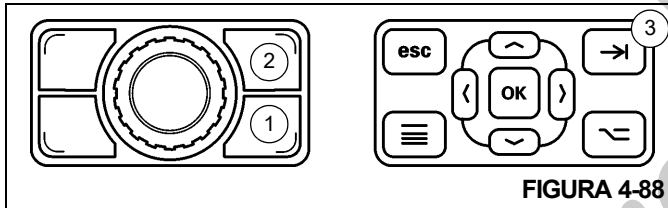

FIGURA 4-88
- Pressione o Botão de alternância de tela (1, Figura 4-88) no Botão rotativo para selecionar o controle de tela do RDM.
- Pressione o botão Tab (3, Figura 4-88) na Placa de controle de navegação do RDM.